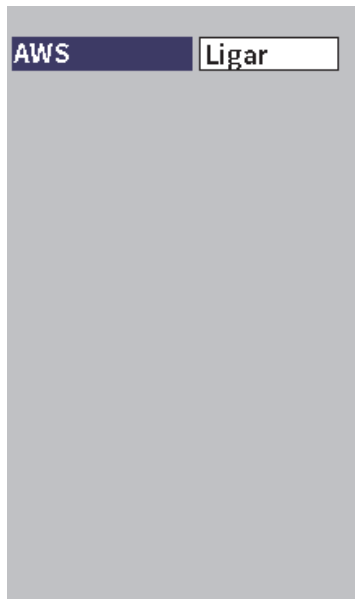

Figura 11-24 Caixa de diálogo AWS
2. Selecione o ícone **AWS** () para abrir a caixa de diálogo **AWS** (veja Figura 11-24 na página 208). Veja “Navegação das caixas de diálogo e das páginas de configuração” na página 40 para detalhes de como usar as caixas de diálogo.